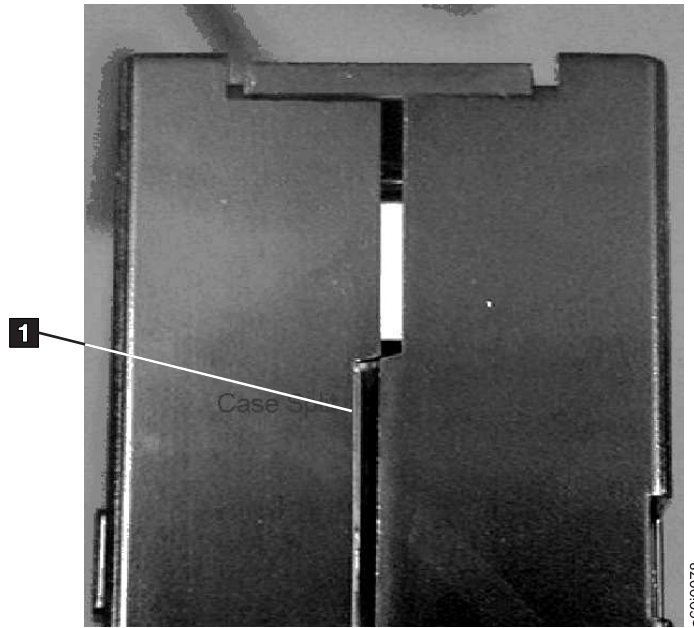

Figura 113. Comprobación de si hay huecos en las juntas de un cartucho
- Inspeccione la parte posterior del cartucho (la que se carga primero en el compartimento de la cinta) y asegúrese de que no haya huecos en las juntas del estuche del cartucho. Si hay fisuras en la junta (Figura 113 en la página 108), es posible que el eje de guía esté fuera de su sitio.